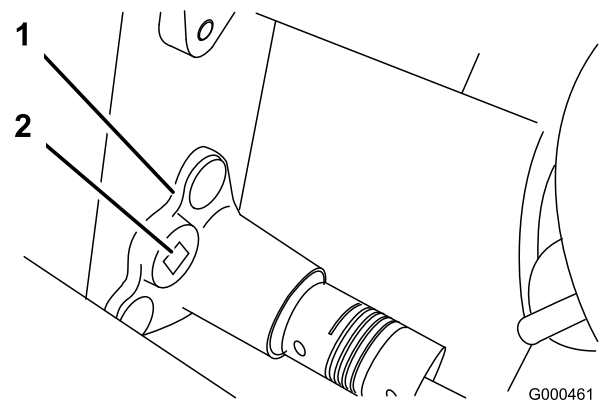

Bild 43
- B. Drehen Sie das Lagergehäuse mit einem 3/8-Zoll-Drehmomentschlüssel mit einem Drehmoment von 4 bis 4,5 N-m, um die Riemen­spannung einzustellen (Bild 43).